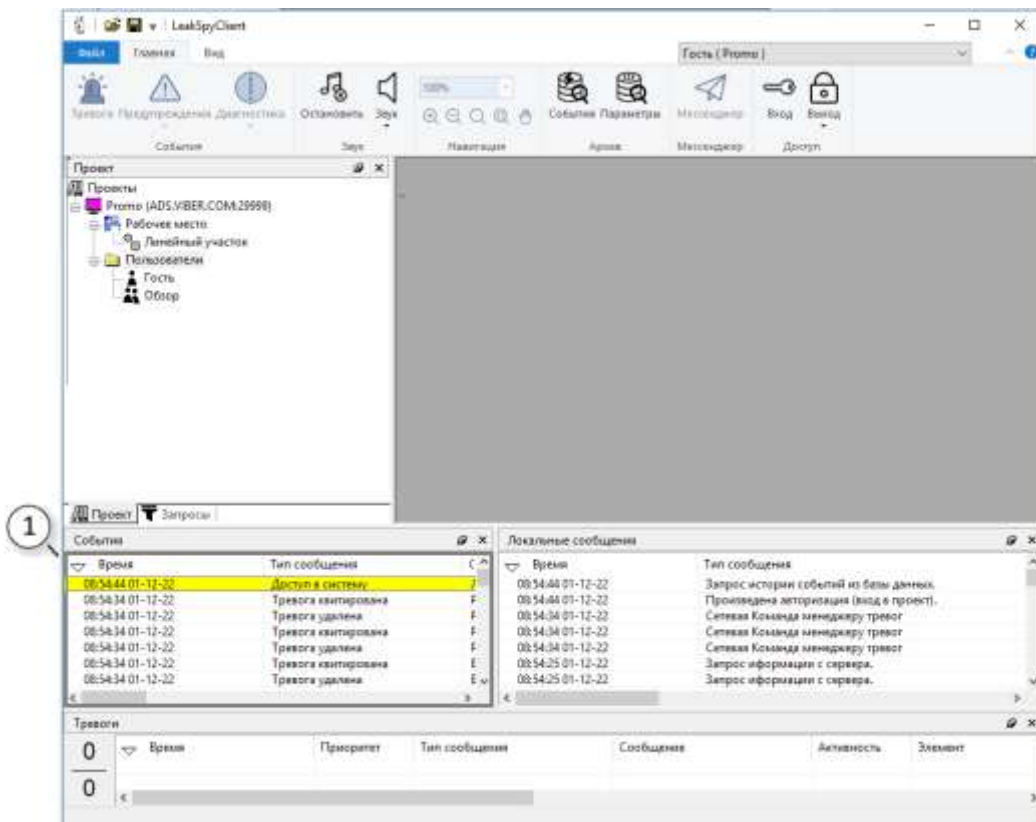
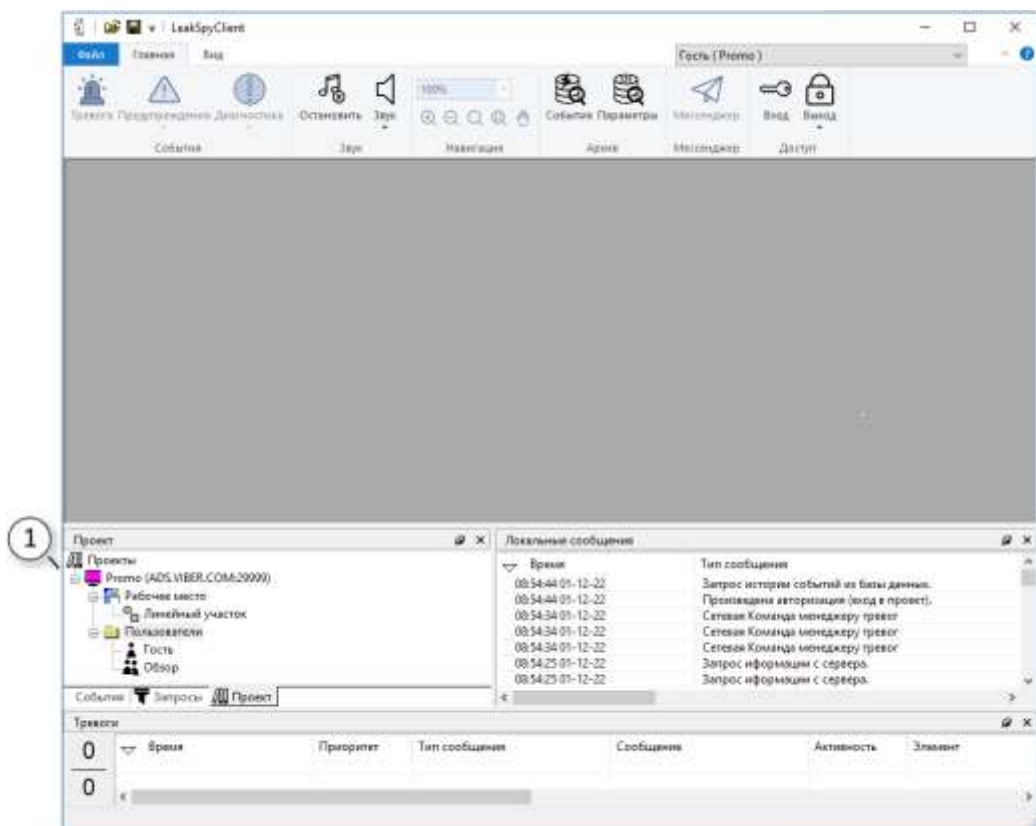

Рисунок 3.7
Рисунок 3.8
Чтобы вставить панель в другую панель - наведите мышь на нужную область панели, и когда рамка примет форму панели (1) (Рис.3.7) - отпустите кнопку мыши - панель вставится (1) (Рис.3.8).